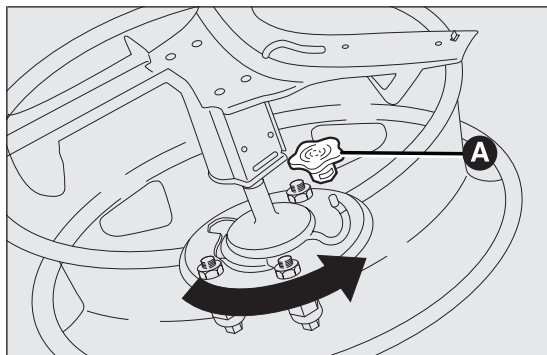

fig. 134
- fijar el soporte dentado de la rueda pinchada con los 2 tornillos (introducir el soporte desde el exterior de la rueda). Volver a enganchar el cable metálico de retención en su alojamiento e introducir el capuchón de protección A fig. 134;